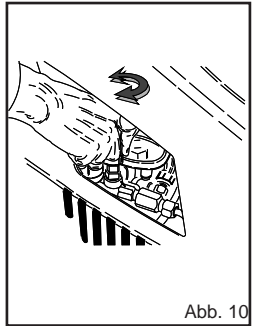

Abb. 10
Dieses Kapitel bezieht sich nur auf die Modelle, die über einen "Druckregulierer" verfügen. Mit dieser Vorrichtung (Abb. 10) kann man den Betriebsdruck regulieren. Wenn man den Drehschalter C entgegen dem Uhrzeigersinn dreht (B) (Minimum) wird der Betriebsdruck verringert.